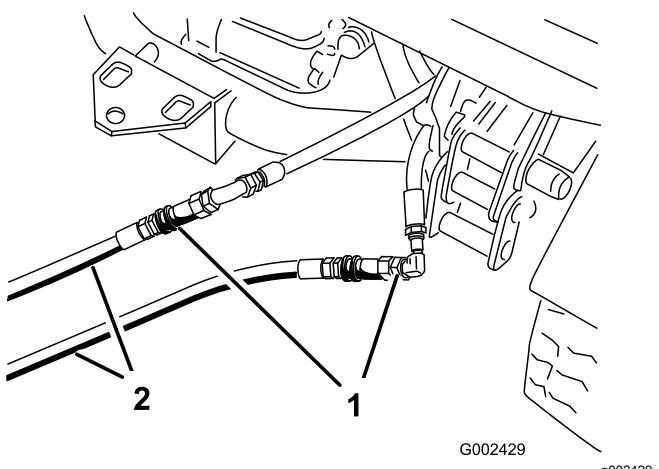

Figura 77
3. Na máquina parada, ligue as duas mangueiras de ligação às mangueiras que foram desligadas (Figura 77).